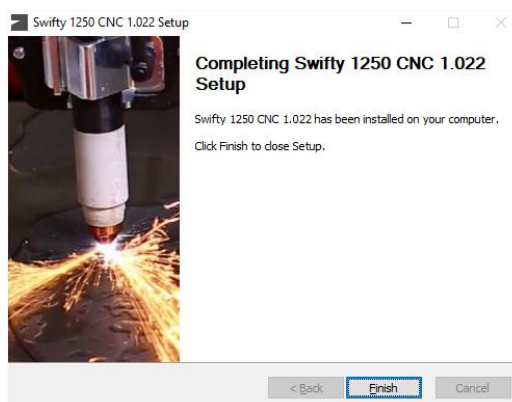

Fig 34 Icône du fichier d'installation Swifty-CNC
1. Sur la clé USB fournie, double-cliquez sur le fichier d'installation Swifty-CNC (Fig 34). Cliquez sur "Oui" pour accéder à toutes les boîtes de dialogue de Contrôle de Compte d'Utilisateur.